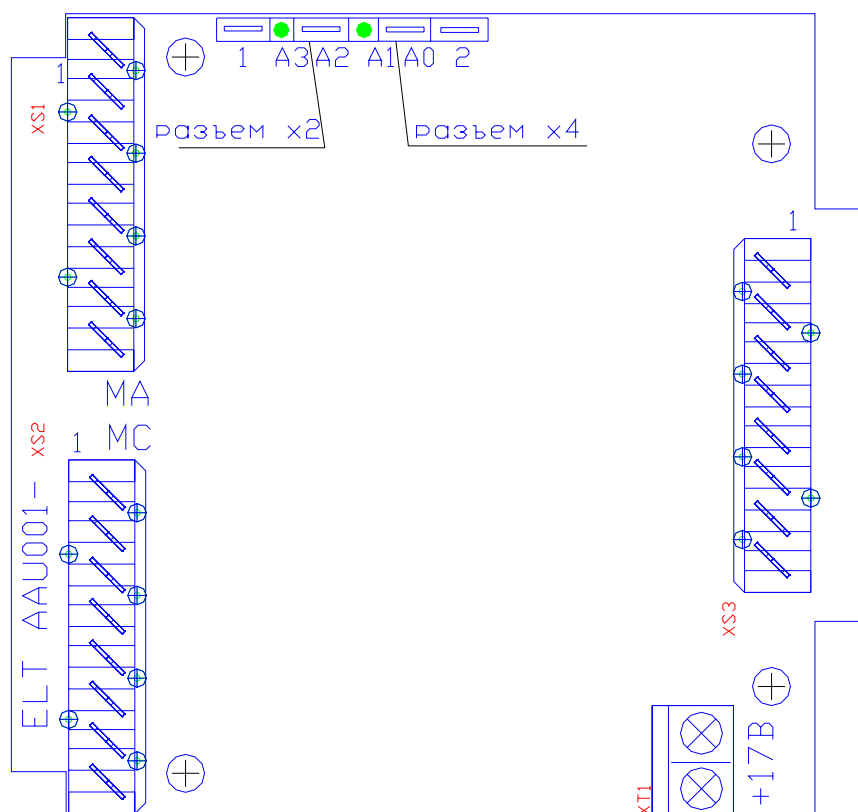

Рис.4 Вид платы ААУ.
7.3.1 Открыть крышку ААУ, у которого необходимо осуществить диагностику магистрали (вид платы ААУ показан на рис.4).